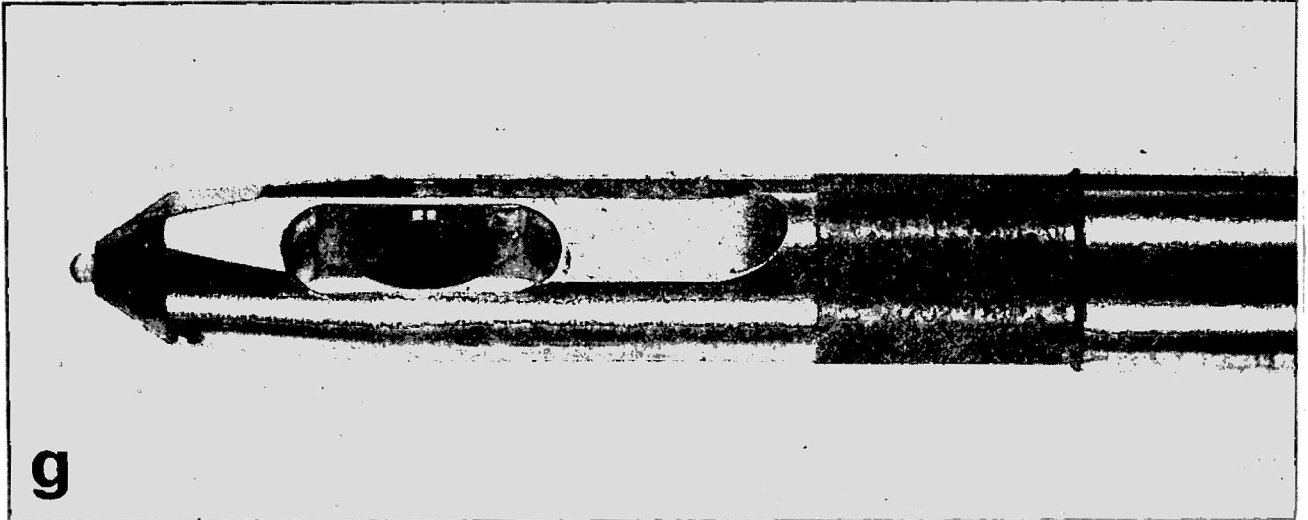

Fig. 8 - Portamuestras disponibles para la platina goniométrica del microscopio Philips EM 300.
- 1) Portamuestras con un sistema de sujeción de la muestra mediante un aro metálico y un resorte, fig. 8(a). Se recomienda para muestras magnéticas. Permite solamente una inclinación de la muestra según el eje del portamuestras.
- 2) Portamuestras de rotación, fig. 8(b). La muestra se sujeta a presión mediante un aro de tungsteno. Permite la rotación de la muestra en 360° sobre su propio plano, y además una inclinación respecto del eje del portamuestras en $\pm 60^\circ$. Esta última se reduce a $\pm 45^\circ$, con el sistema de anticontaminación. Además la platina goniométrica dispone de un sistema de desplazamiento vertical que permite colocar cualquier zona de la muestra sobre el eje de inclinación. Mediante este ajuste la zona observada permanece dentro de la pantalla de observación al variar la inclinación.
- 3) Portamuestras de Doble Inclinación, fig. 8(c). La muestra puede inclinarse según dos ejes perpendiculares entre sí. Uno de ellos es coincidente con el eje del portamuestras y la máxima inclinación es de $\pm 30^\circ$. Según el otro eje, la inclinación máxima posible es de $\pm 30^\circ$, reduciéndose a $\pm 25^\circ$ con el sistema de anticontaminación. El espesor de la muestra, sujeta mediante un aro de tungsteno, no puede ser mayor que 0.3 mm. Además, para introducir o retirar este portamuestras dentro de la columna, es necesario que el indicador según el eje perpendicular esté en la posición 122.
- 4) Portamuestras de Calentamiento, fig. 8(d). Permite el calentamiento de la muestra durante las observaciones, hasta una temperatura máxima de 1000°C . La unidad de control de temperatura contiene la fuente de alimentación de la resistencia de calefacción, y un circuito de medición de la tensión generada por una termocupla soldada al borde del portamuestras. Las muestras se montan entre dos aros metálicos para mejorar el contacto térmico con el soporte. La velocidad máxima de calentamiento es de unos 400°C por minuto. Es conveniente usar el sistema de anticontaminación para retener las posibles evaporaciones de la muestra. El portamuestras de calentamiento no puede sacarse de la columna del microscopio si la temperatura es mayor que unos 100°C .
- 5) Portamuestras de Enfriamiento, fig. 8(e). El soporte portamuestras es enfriado por un conductor de cobre en contacto con nitrógeno líquido. El caudal puede controlarse desde el exterior permitiendo aumentar o disminuir la circulación de nitrógeno líquido a través del circuito de enfriamiento. Fig. 9. Una termocupla soldada al soporte portamuestras permite conocer en todo momento la temperatura de la muestra.
- 6) Portamuestras de Tracción, fig. 8(f). Permite traccionar la muestra durante las observaciones. La muestra, que debe tener una forma adecuada, se fija a dos soportes. Uno de ellos es móvil, y su desplazamiento puede controlarse desde el exterior, siendo su máximo recorrido de 2.5 mm. Las velocidades de tracción pueden variarse entre 0.5 y 5 μ /seg.
- 7) Portamuestras para Difracción Rasante, fig. 8(g). Se utiliza para observar diagramas de difracción de muestras masivas, y también para obtener imágenes por reflexión. La muestra se puede rotar en su propio plano en 360°. Sus dimensiones no deben sobrepasar los 5 mm de diámetro y 1 mm de espesor.